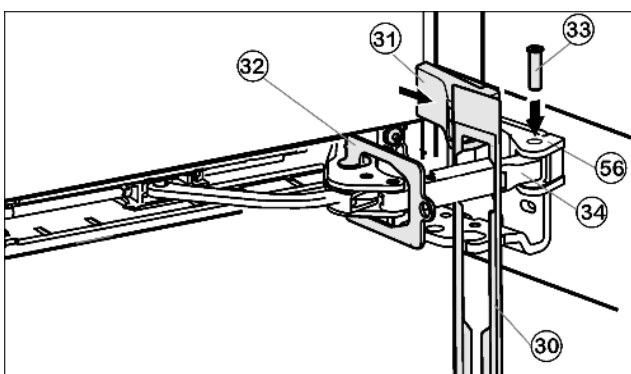

Fig. 20
- ▶ Accrocher le panneau Fig. 20 (30) sur l'étrier de l'amortisseur de telle sorte à ce que le crochet d'arrêt pointe vers l'avant et la face avant de l'appareil.
- ▶ Tirer l'étrier de l'amortisseur Fig. 20 (34) vers l'élément pivotant Fig. 20 (56) et enfoncer à nouveau le tenon Fig. 20 (33) à partir du haut, de telle sorte à ce que le carré repose dans l'évidement.
- ▶ Placer le cache Fig. 20 (31) et le bloquer.
- ▶ Retirer le dispositif d'arrêt Fig. 20 (32) en le tournant.
- ▶ Faire encliqueter le panneau Fig. 20 (30) à la porte.